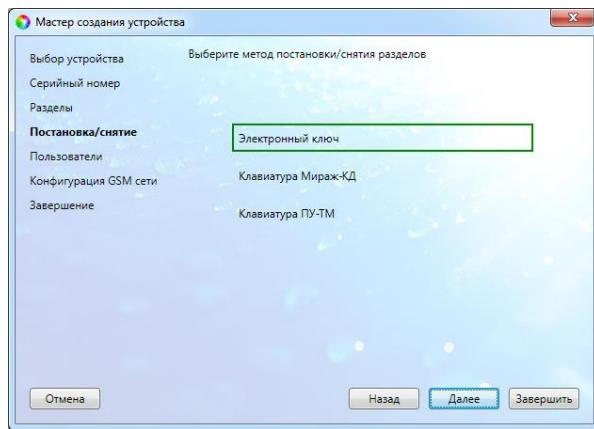

Рис. 5.8. Окно Постановка/снятие
10. В следующем окне *Постановка/снятие* выберите один из предлагаемых способов постановки контроллера на охрану и снятия с охраны (рис. 5.8).